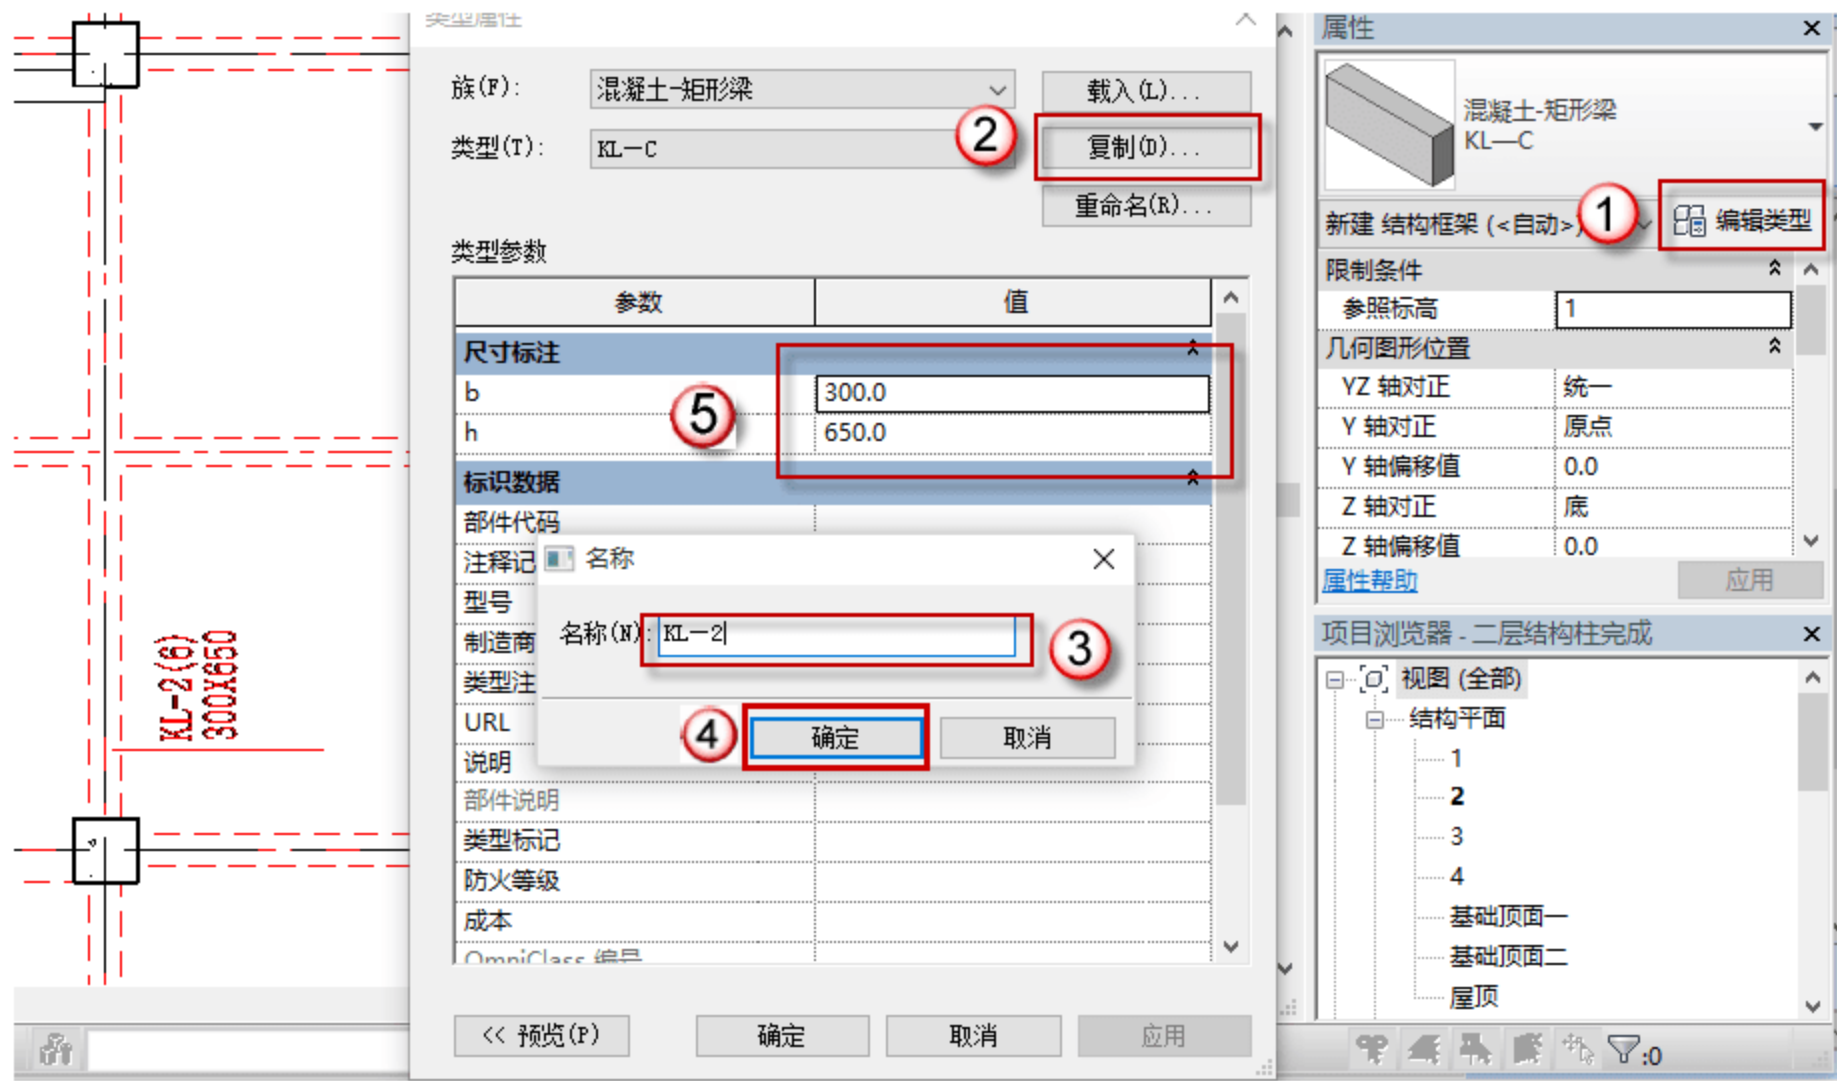

图 4.2.30 设置 KL-2 参数
(5) 设置矩形梁 KL-2 参数，按快捷键 B+M，出现绘制的界面，单击“编辑类型”按钮，在弹出的对话框中单击“复制”按钮，再在弹出的对话框中命名新的族 KL-2，单击“确定”按钮。在“尺寸标注”栏设置参数，如图 4.2.30 所示。